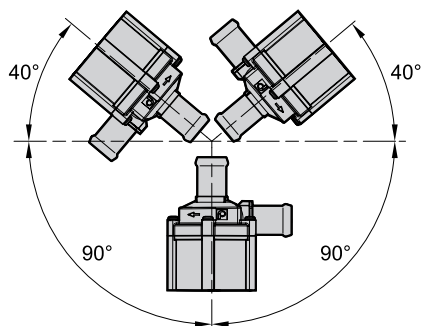

Bild 3
Allt efter förutsättningarna kan cirkulationspumpen monteras i de tillåtna lutningslägena, se bild 3.
- Fäst hållaren för cirkulationspumpen på ett lämpligt ställe, se riktlinjer på sida 5, bild 3. Sätt därefter in cirkulationspumpen i hållaren och tryck in tills den hakat i. För anslutning till värmaren används den medlevererade slangen och fjäderbandsklämmen. Spännintervall 26 – 28 mm. Om båtens egen slang används måste slangens diameter kontrolleras före monteringen.